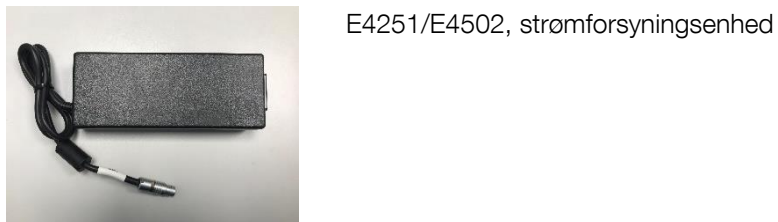

Fig. 7.2.4
- 1 strømforsyningsenhed, fig. 7.2.4